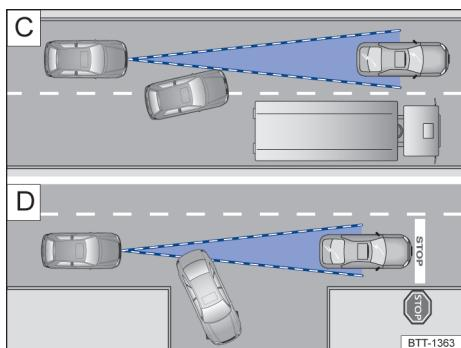

Fig. 150 **C** Mudança de faixa. **D** Veículo virando ou parado.
Por exemplo, se um veículo detectado pelo ACC virar ou mudar de faixa, e se houver um veículo parado à frente deste veículo, o ACC não reagirá ao veículo parado → Fig. 150 **D**.
- Veículos que mudam para a faixa do próprio veículo imediatamente na frente do próprio veículo → Fig. 150 **C**.